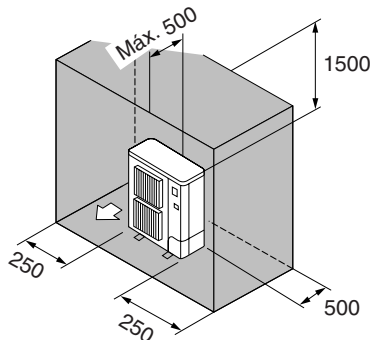

Fig. 2-7
- ⑥ Obstáculos apenas na parte de trás, nos lados e por cima (Fig. 2-7)